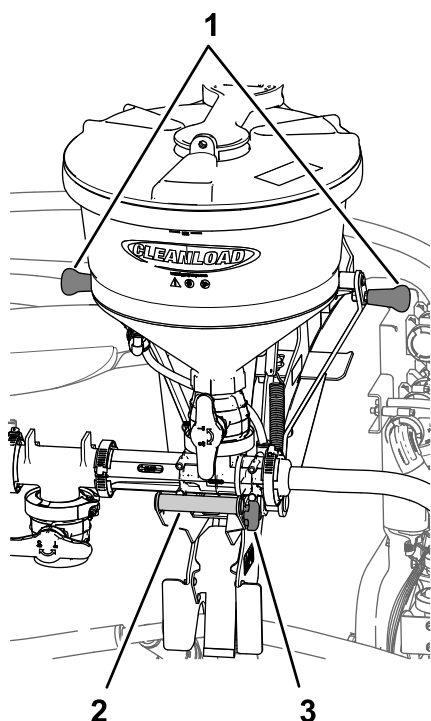
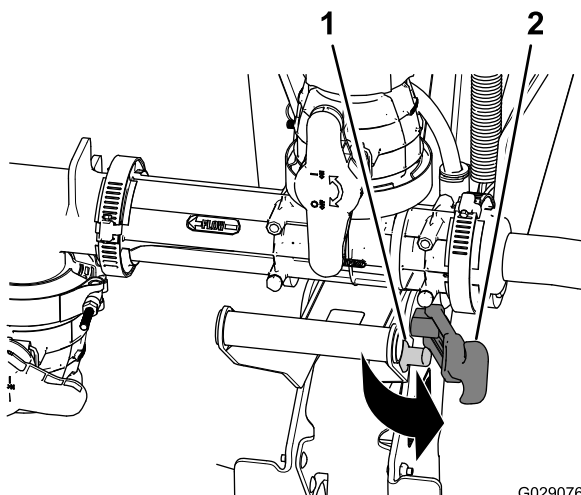
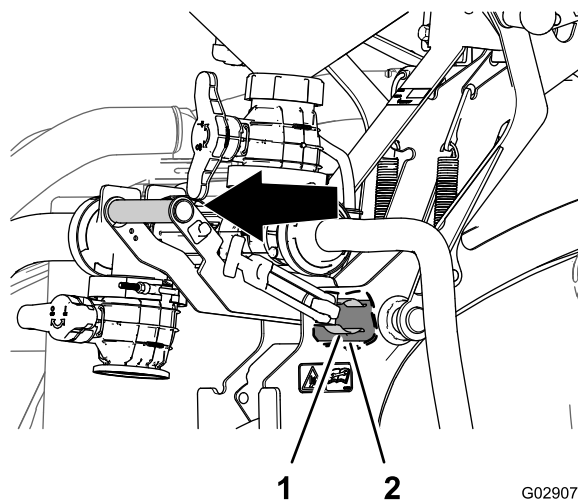
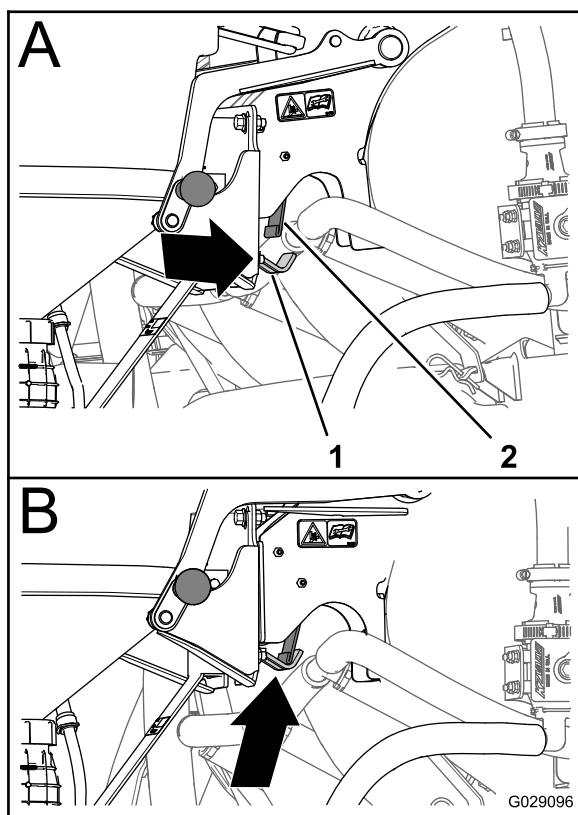

Figure 31
Figure 32
Figure 33
Figure 36
1. Saisissez la poignée du mélangeur et dégagez la poignée de verrouillage de l'ergot de verrouillage (Figure 31 et Figure 32).
2. Saisissez la poignée du mélangeur au sommet du berceau en plus de la poignée du mélangeur, et tirez dessus jusqu'à ce que le clip élastique se dégage du tube de pivot (Figure 31 et Figure 33).
5. Lorsque le verrou de la plaque d'appui se trouve sous la plaque élastique (A de Figure 36), tournez la poignée de mélangeur vers l'intérieur pour que la partie en crochet du verrou soit en face de la plaque élastique (B de Figure 36).
crochet du verrou soit alignée à l'extérieur de la plaque élastique (Figure 33 et Figure 36).
4. Poussez la poignée du mélangeur de sorte à élever le crochet jusqu'à la tige de verrouillage et à engager complètement le clip élastique autour du tube de pivot (Figure 33).
5. Tirez la poignée de verrouillage sur l'ergot de verrouillage (Figure 32).